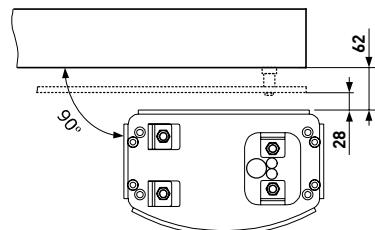

Рисунок 4.
- Выставьте монтажное основание по уровню в незастывшем бетоне фундамента, соблюдая рекомендованные размеры (*рис. 4*).